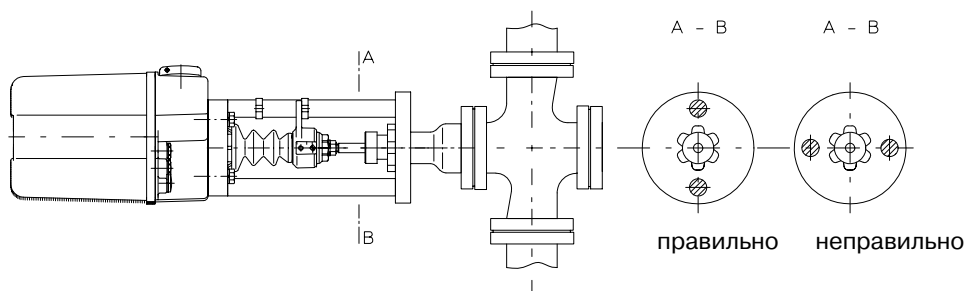

рис. 4
- При монтаже с горизонтально лежащим шатуном сервопривод линейного движения устанавливается так, что обе траверсы или стержня находились в вертикальной плоскости друг над другом (см. рис. 4)